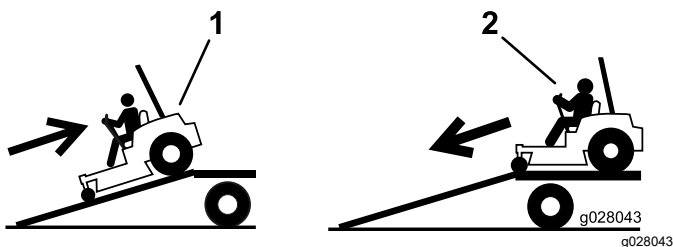

Figura 35
4. Suba a rampa em marcha atrás (Figura 35).
2. Desça a rampa em marcha para a frente (Figura 35).